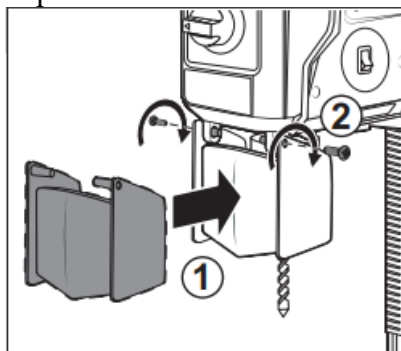

Рис. 2
- установите защитный экран на корпус станка **14** с помощью установочных винтов из комплекта, как показано на рис. 2: